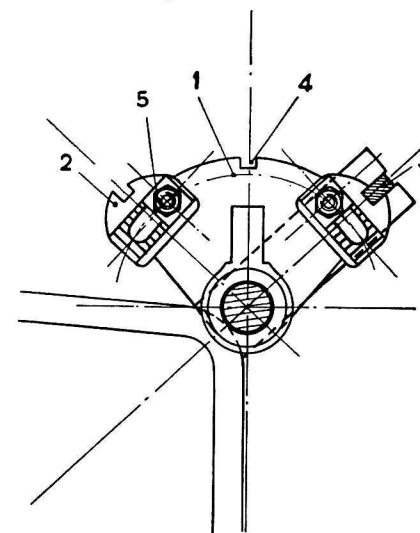

Fig. 32
**Avec les brabants doubles,** en utilisant les clichets du brabant et en corrigeant pour les premières raies, à l'aide du réglage d'aplomb de l'attelage universel. (Fig. 32).